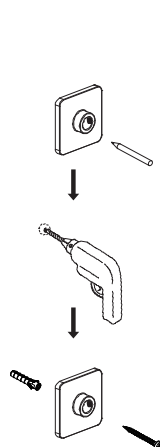

Abbildung 8
- b) Montieren Sie die Wandhalterung 16 an der markierten Stelle (Abbildung 8). Decken Sie die thermostatische Duschstange ab, um Staub zu vermeiden. Verbinden Sie das Rohrverbindungsstück 5 mit dem Wandhalter und sichern Sie es mit dem Inbusschlüssel (Abbildung 9).